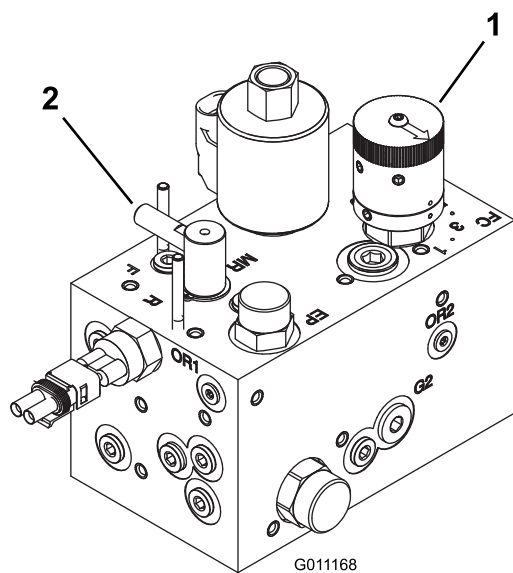

Figura 47
2. Rode o manípulo de controlo da velocidade dos cilindros (Figura 47) para o número de definição determinado no passo 1.